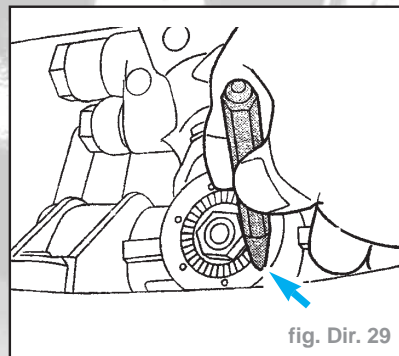

fig. Dir. 29
- Freiner l'écrou de réglage en lui appliquant un coup de pointeau (fig. Dir. 29).